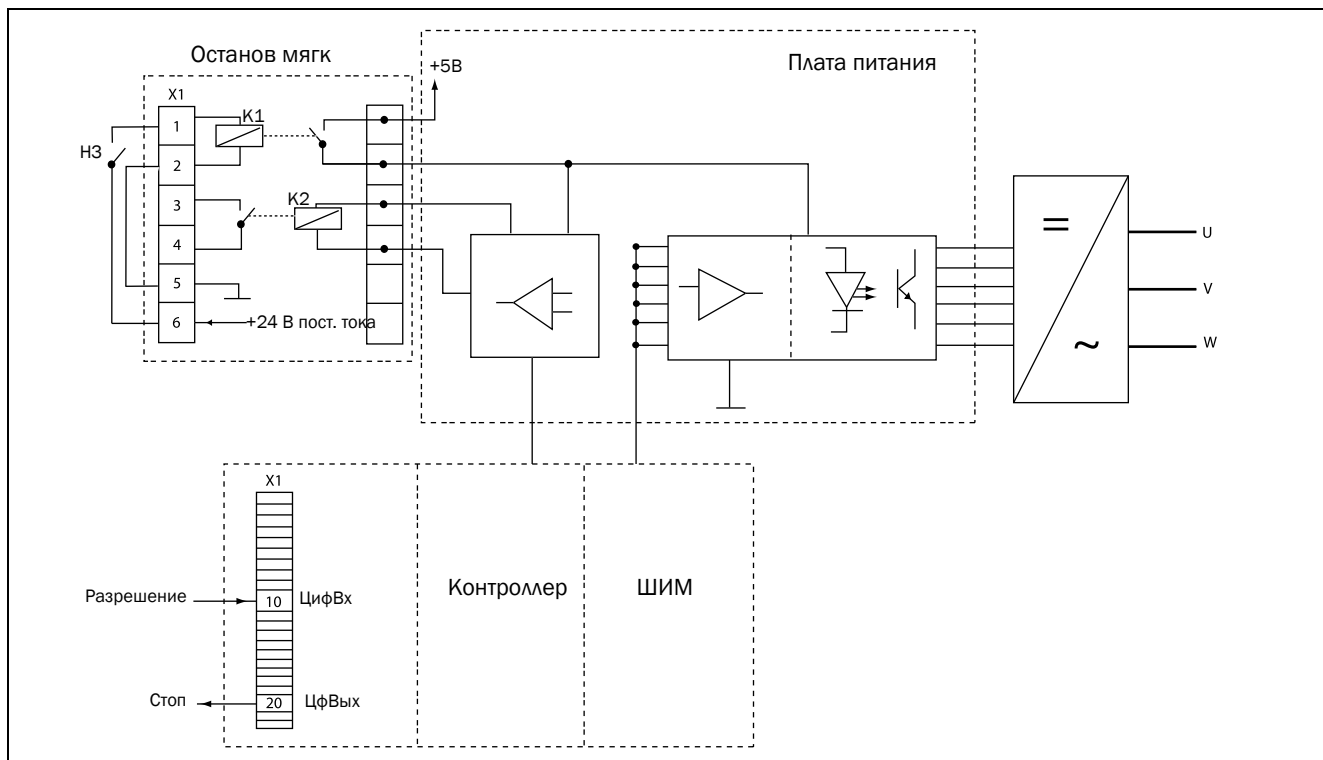

Рис. 137 Подключение "Безопасного останова"
- На плате расширений "Безопасного останова" необходимо активировать вход "Блокировка", подключив к клеммам 1 (Блокировка +) и 2 (Блокировка -) источник 24 В постоянного тока (V_{DC}), чтобы подать напряжение питания цепей преобразователя на провода питания реле К1. См. также Рис. 137.
- Высокий уровень сигнала на цифровом входе, например, клемма 10 на Рис. 137, для которой установлено значение "Разрешение". О настройке цифрового входа см. глава 11.5.2, стр. 166.
Для мониторинга функции "Разрешение" можно пользоваться командой "RUN" цифрового выхода. О настройке цифрового выхода, например, клеммы 20 в примере Рис. 137, см. глава 11.5.4, стр. 173 [540].